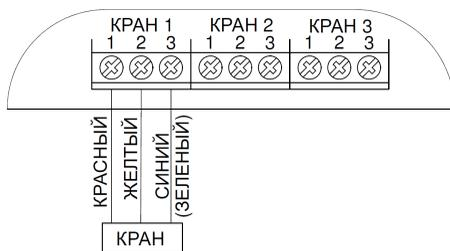

Рисунок 6. Подключение крана.
- **краны** подключать, как показано на рис. 6 (цвета проводов могут отличаться от указанных на рисунке. Перед подключением свериться с документацией на краны. Назначение контактов на плате: 1 - открыт, 2- общий, 3 - закрыт.);